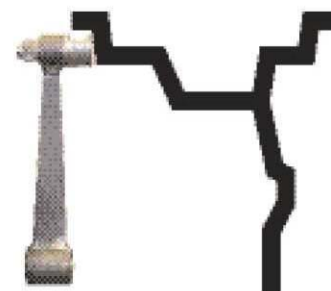

Рис. 10.1
10.2. Данная модель СБ снабжена устройством, позволяющим автоматически вводить диаметр "d" колеса и дистанцию "A". Для этого необходимо, взяв за рукоятку, вытянуть из корпуса СБ штангу ввода параметров, подвести палец на конце рукоятки к месту установки корректирующих грузов на внутренней стороне обода (см. рис. 10.1) и удерживать штангу в этом положении до появления звукового сигнала, после чего возвратить штангу в исходное положение.